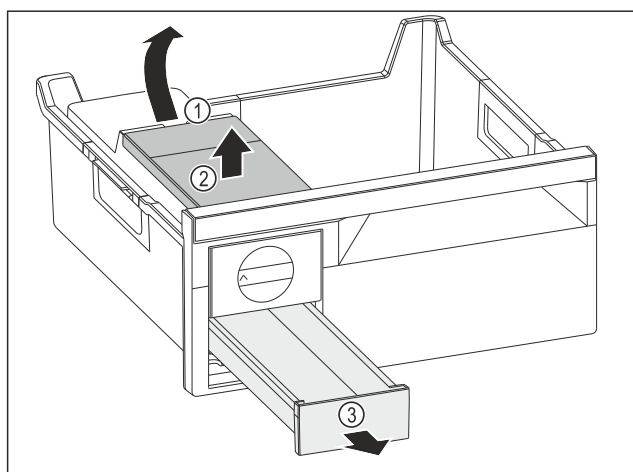

Fig. 116
- ▶ Veepaagi väljavõtmine: Tõstke veepaak väljalõikest Fig. 116 (1) üles.
- ▶ Võtke veepaak Fig. 116 (2) ülespoole välja.
- ▶ Võtke jääkuubikusahtel Fig. 116 (3) ettepoole välja.